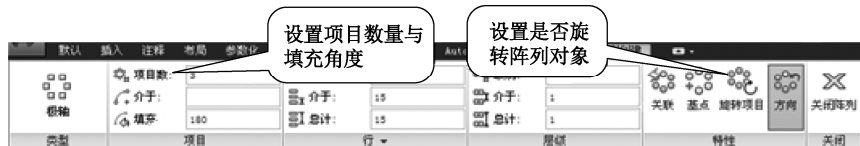

图 3-30 “阵列创建”选项卡环形阵列参数设置
(2)命令行提示指定阵列的中心点,此时拾取R30圆的圆心点C为阵列中心点,功能区即显示“阵列创建”选项卡,如图3-30所示。
(3)在“项目”面板“项目数”数字框内输入“3”,“填充”数字框内输入“180”,如图3-30所示。